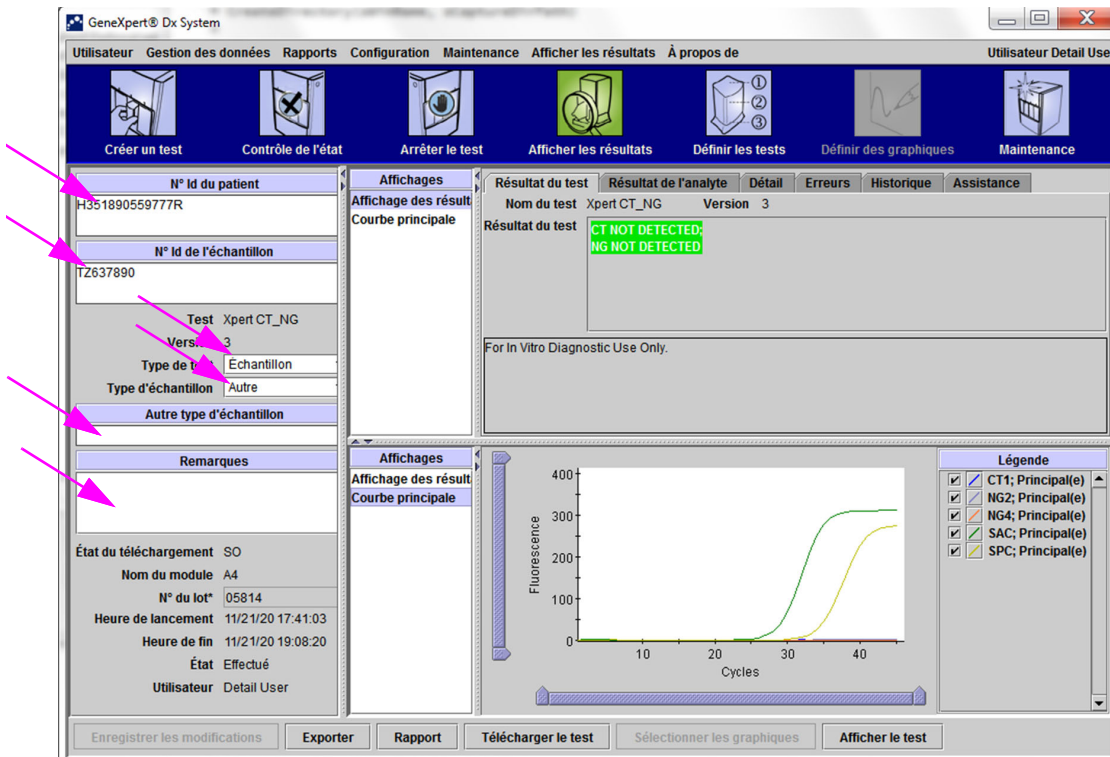

Figure 5-47. Fenêtre Afficher les résultats (Affichage Utilisateurs Détail et Administrateur) GeneXpert Dx
Pour chaque test, vous pouvez modifier les champs N° Id du patient et ID patient 2 (si la fonction est activée), N° Id de l'échantillon, Type de test, Type d'échantillon, Autre type d'échantillon, et Remarques. Pour effectuer cela, dans la fenêtre Afficher les résultats (cf. Figure 5-47), modifiez les champs N° Id de l'échantillon, Type de test, Type d'échantillon, Autre type d'échantillon et Remarques (cf. Figure 5-47). Les champs N° Id de l'échantillon ne peuvent pas inclure les caractères suivants: | @ ^ ~ \ & / : * ? " < > ' \$ % ! ; () -.
1. Dans la fenêtre GeneXpert Dx System, cliquez sur **Afficher les résultats** dans la barre de menus. L'onglet **Résultat du test** s'affiche. Voir Figure 5-47.